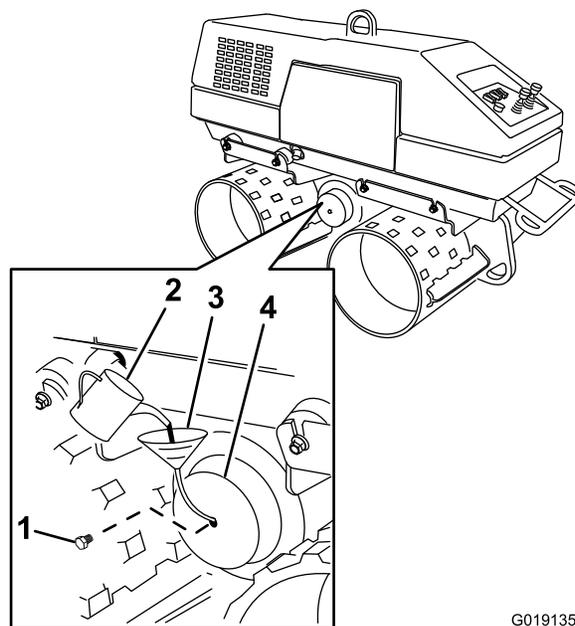

Figura 78
1. Localice el tapón de la excéntrica en la parte izquierda inferior del exterior de la máquina (Figura 78).
2. Retire el tapón de llenado del tapón de la excéntrica (Figura 78).
3. Añada 235 ml (8 onzas) de aceite del tipo especificado al depósito de aceite de la excéntrica a través del orificio de llenado, según se muestra en Figura 78.
5. Instale el tapón de llenado en el orificio de llenado del tapón (Figura 78).